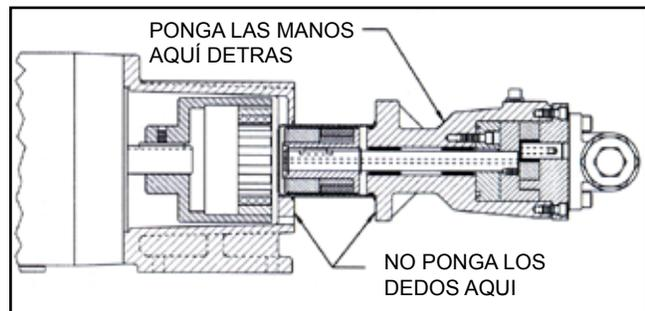

FIGURA 30
**No ponga los dedos delante de la brida de la bomba. Alinee las canastilla en el agujero del soporte y deslice suavemente hacia adentro. Cuando el iman empiece a enganchar, la unidad terminará el enganche rapidamente por si sola. Asegúrese de no tener los dedos delante de la bomba (ver figura 30).**